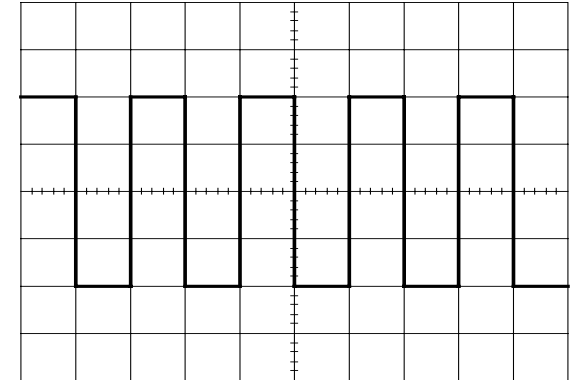

Figure 4-3
- 5) Régler le commutateur AC-DC-GND ... la position AC. Une forme d'onde, illustrée ... la figure 4-3, apparaît sur l'écran cathodique.
- 8) Régler les commandes POSITION  $\Delta V$  et POSITION  $\langle \triangleright$  aux positions appropriées, afin que la forme d'onde affichée soit alignée avec le réticule et que la tension (V p-p) et que la période (T) puissent être lues commodément. Ce qui précède constitue les procédures de fonctionnement de base de l'oscilloscope. Les procédures ci-dessus sont pour le fonctionnement ... canal simple avec CH1. Le fonctionnement ... canal simple avec CH2 peut également se faire de la même manière.